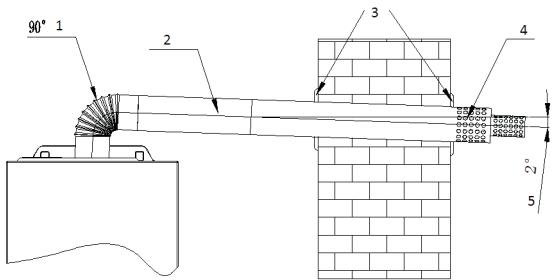

Рис. 15
В зависимости от фактического места установки котла можно столкнуться с ситуацией, когда длины трубы дымоотвода будет недостаточно для монтажа, или же необходим дополнительный поворот на  $90^{\circ}$ , тогда возможно, основываясь на фактической потребности, заказать удлинение трубы или дополнительные отводы  $90^{\circ}$ , смотри рис. 15.
**ВНИМАНИЕ:** Общая составная длина (с учетом возможных поворотов на 90°) прямой трубы коаксиального дымо-/воздуховода (считая сразу же от отвода 90° после выхода из котла) не должна превышать 3 м (см. рис. 15), при этом каждый дополнительный отвод 90° равнозначен увеличению длины трубы коаксиального дымо-/воздуховода на 1 м.
Раздельная система дымоходов и воздуховодов диаметром 80мм часто применяется в случаях монтажа, когда невозможно использование коаксиальной системы дымо-/воздуховода типа «труба в трубе» из-за превышения максимально допустимой длины, или при поквартирном отоплении многоэтажных домов в случае необходимости подсоединения к различным вертикальным коллективным (идущим через несколько этажей) каналам дымохода и воздухозабора (см. схемы на рис. 15а).
**ВНИМАНИЕ:** Общая составная длина (с учетом возможных поворотов на 90° и 45°) труб дымохода и воздуховода (считая сразу же от отвода 90° после выхода из котла) не должна превышать максимальных расстояний, указанных на рис. 15а, при этом каждый дополнительный отвод 90° равнозначен увеличению длины трубы дымохода или воздуховода на 1 м, а каждый дополнительный отвод 45° равнозначен увеличению длины трубы дымохода или воздуховода на 0,5 м.
Обзор возможных вариантов подключения котла к различным исполнениям и типам дымо-/воздуховодных систем приведен на рис.15а.
Рис. 15а.